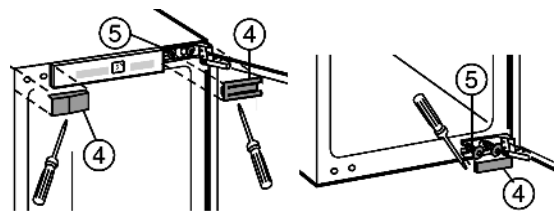

Fig. 2
- ▶ Retirer les caches Fig. 2 (4).
- ▶ Desserrer seulement les vis de fixation Fig. 2 (5).
- ▶ Déplacer les vis de fixation Fig. 2 (5) du haut et du bas de l'autre côté.
- ▶ Accrocher la porte de l'appareil aux vis de fixation Fig. 2 (5) montées au préalable.
- ▶ Serrer (avec un couple de serrage 4 Nm) les vis de fixation Fig. 2 (5).
- ▶ Remonter les caches Fig. 2 (4).